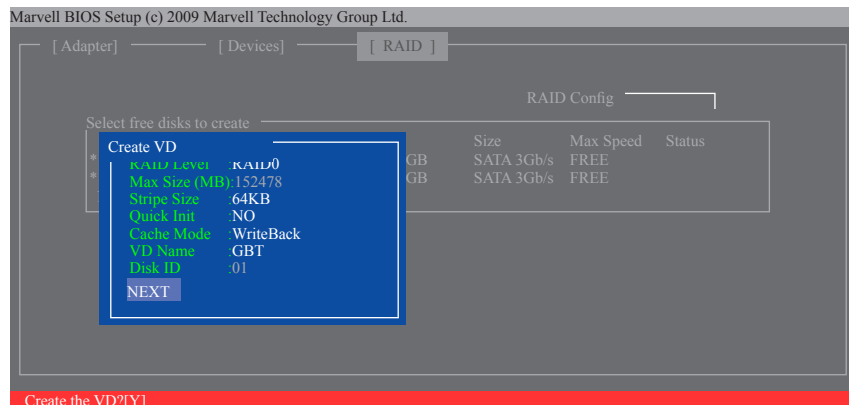

図 8
6. **NEXT**: 上の設定を完了した後、**NEXT**に移動して<Enter>を押してアレイの作成を開始します。確認を求められたら、<Y> を押して確認するか <N> を押してキャンセルします (図 8)。